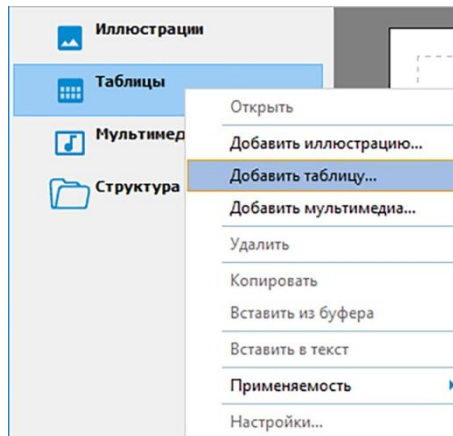

Рисунок 197
2) В левой части окна редактора щелкните правой кнопкой мыши по названию объекта **Таблицы**. В контекстном меню выберите команду **Добавить таблицу** (рисунок 197).